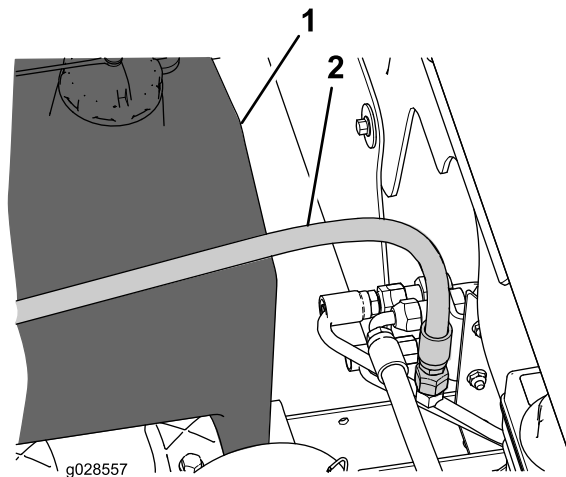

Рисунок 9
6. Снимите крышку с тройника в гидравлической трубке рядом с баком с гидравлической жидкостью (Рисунок 9).